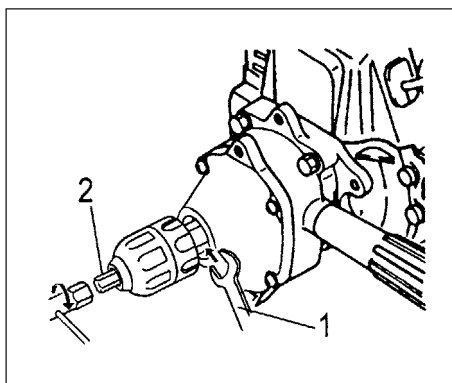

Fig. 2-7C
- Per installare o allentare il mandrino senza chiave, mettere una chiave da 19mm (1) tra la scatola del cambio ed il mandrino per bloccare l'albero. Installare la barra di bloccaggio (2) nella borsa degli strumenti nel mandrino, e poi serrare (in senso orario) la barra (2) con la chiave a tubo inclusa o allentare (senso anti-orario). (Fig.2-7C)